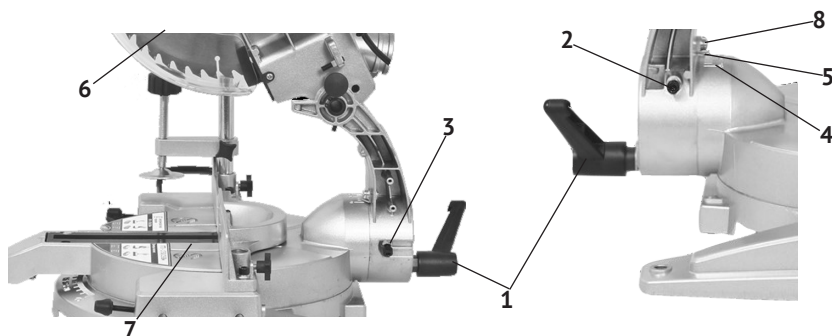

рис.3
- для установки угла наклона необходимо: ослабить рукоятку-фиксатор (рис.3 поз.1), установить необходимый угол распила по шкале (рис.3 поз.4), поворачивая режущий блок за рукоятку пилы, и надёжно зафиксировать рукоятку-фиксатор.
- установить рабочий стол (рис.3 поз.7) в нулевое положение;
- ослабить контргайку винта (рис.3 поз.2);
- установить транспортир (электронный угломер), измеряющий угол между плоскостью рабочего стола (рис.3 поз.7) и пильного диска (рис.3 поз.6);
- шестигранным ключом из комплекта поставки поворачивать винт (рис.3 поз.2) до точной установки угла 90° между диском и рабочим столом;
После установки точного положения угла, проверить положение стрелки-указателя (рис.3 поз.5) на шкале (рис.3 поз.4). При несовпадении
с нулевым положением, ослабив винт крепления стрелки (рис.3 поз.8), откорректировать её положение и зафиксировать винтом.
- ослабить контргайку винта (рис.3 поз.3);
- шестигранным ключом из комплекта поставки поворачивать винт (рис.3 поз.3) до точной установки угла 45° (влево) между диском и рабочим столом;